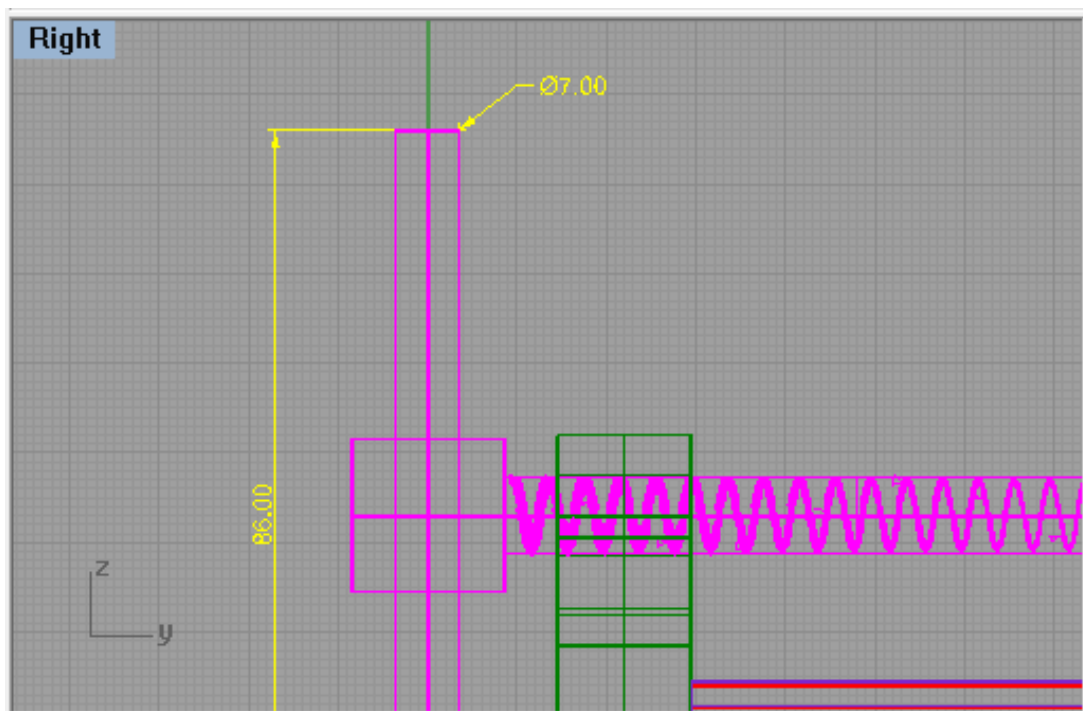

Figura 5.68
21.- Crear otro cilindro para formar el maneral con las dimensiones de la figura 5.68.